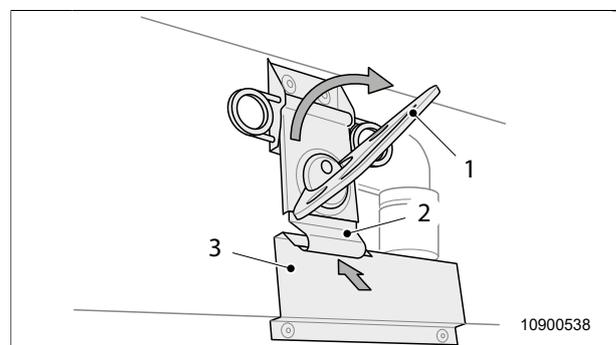

Abb. 44 Drehverschluss schließen
8. Das Aufstelldach auf der rechten und linken Seite mit dem Drehverschluss (Abb. 44) sichern:
- Griff (Abb. 44, Pos. 1) des Drehverschlusses herausklappen.
- Beweglichen Haken (Abb. 44, Pos. 2) des Drehverschlusses in das fest montierte Gegenstück (Abb. 44, Pos. 3) einhaken.